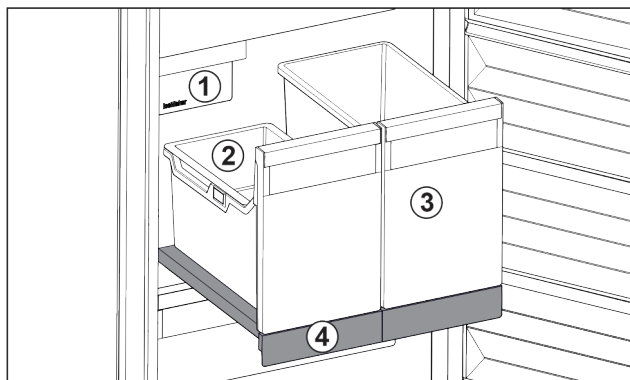

Fig. 32 Vysouvací přihrádka s IceTower
Na vysouvací přihrádce jsou dvě vysoké nádoby (IceTower). V nádobě Fig. 32 (2) se shromažďují a skladují kostky ledu z IceMaker. Nádoba Fig. 32 (3) se hodí pro skladování vysokých potravin jako pizzy nebo alkoholické nápoje.